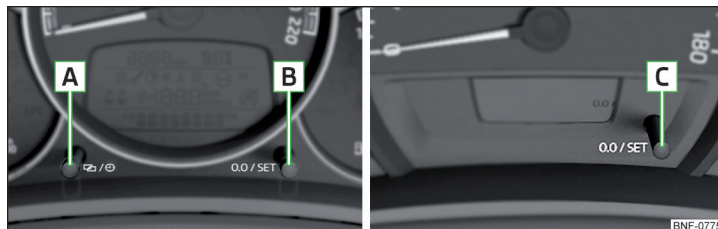

Abb. 23 Tasten im Kombi-Instrument: Variante 1 und 2 / Variante 3
- Die Taste **[C]** gedrückt halten » Abb. 23 auf Seite 34, bis die Uhrzeit- / Außentemperaturanzeige im Display blinkt.
- Die Taste **[A]** halten » Abb. 23, bis die Stundenanzeige im Display blinkt.
- Die Taste **[C]** gedrückt halten » Abb. 23, bis die Uhrzeitanzeige im Display blinkt.
- › Die Taste **B** bzw. **C** drücken » Abb. 23 auf Seite 34.
- › Den Zähler für die zurückgelegte Fahrstrecke (trip) wählen und die Taste **B** bzw. **C** halten » Abb. 23 auf Seite 34.